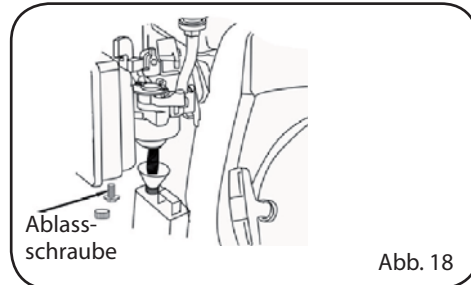

Abb. 18
- Zur Kontrolle die Ablassschraube des Vergasers lösen und den Hahn öffnen (Abb. 18).